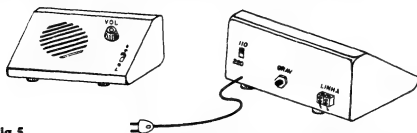

Fig. 5
- FIG. 5 - "ENCAIXANDO" O MALT - O "jeitão" do container, painéis externos, posições dos controles e acessos, indicado na figura, constitui mera sugestão, uma vez que tal aspecto não é rígido, podendo ficar a critério do gosto e das habilidades de acabamento do Hobbysta... Quem quiser usar uma caixa em outro formato, pode fazê-lo, sem problemas... Apenas achamos que a disposição "frente-fundos" dos controles e acessos indicada na ilustração, parece ser a mais lógica e elegante: na frente ficam o knob do potenciômetro de VOLUME e a chave "liga-desliga" geral, além dos furinhos para a passagem do